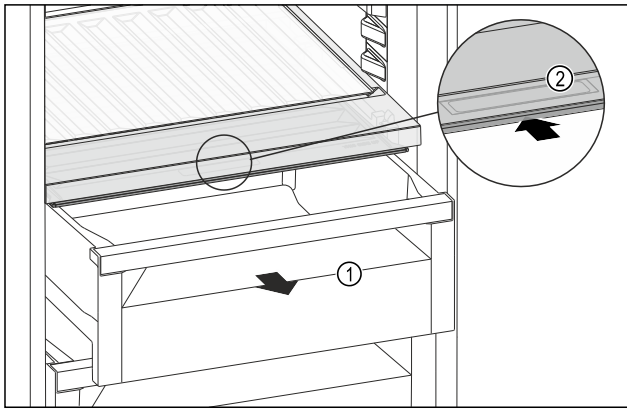

Fig. 162
- Schubfach Fig. 162 (1) herausziehen.
- Griffmulde Fig. 162 (2) am Fachdeckel anfassen und Fachdeckel gleichzeitig nach hinten schieben.